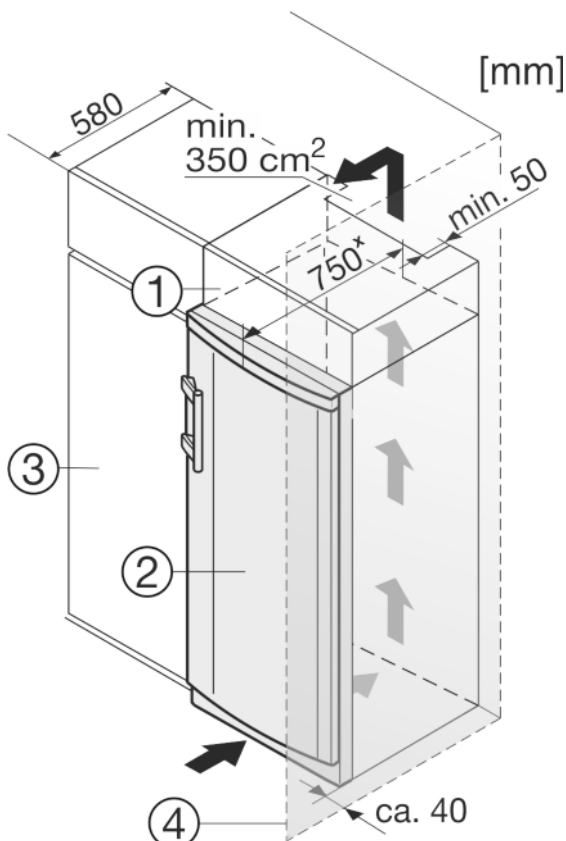

Fig. 9
- (1) Élément haut
(2) Appareil
(3) Placard de cuisine
(4) Mur
L'appareil peut être entouré de meubles de cuisine. Pour adapter l'appareil Fig. 9 (2) à la hauteur des placards de la cuisine intégrée, on peut placer un élément haut Fig. 9 (1) au-dessus de l'appareil.
Si l'appareil est installé avec les charnières à côté d'un mur Fig. 9 (4), la distance entre l'appareil et le mur doit être de 40 mm min. Ceci correspond à la saillie de la poignée lorsque la porte est ouverte.